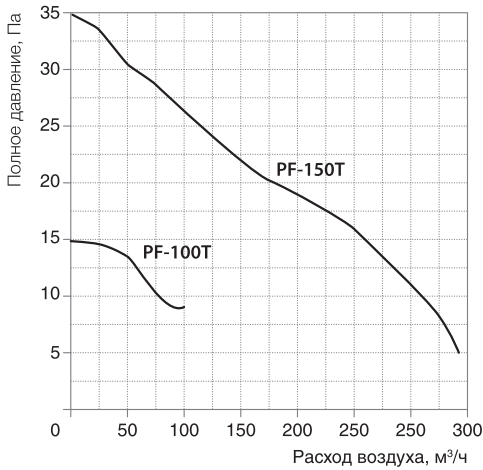

Рис. 1
4. Вытяжной воздух должен выводиться наружу, а не в потолочное или чердачное пространство, для этого используется воздуховод небольшой протяженности, а также подходящие обратные клапаны (рабочую точку можно определить по рис. 1).